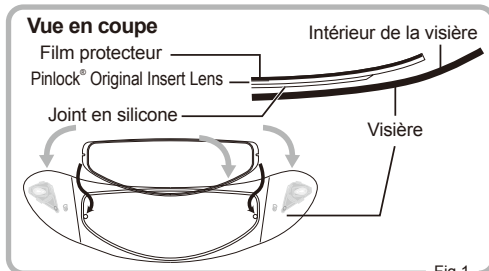

Fig. 1
- 1 Appliquez le côté du film antibuée Pinlock® Original Insert Lens où se trouve le joint en silicone sur la face intérieure de la visière, sans décoller le film protecteur du film antibuée. Ensuite, appliquez le film antibuée Pinlock® Original Insert Lens sur la face intérieure de la visière en l'encliquetant dans les broches excentriques. (Figures 1 et 2)